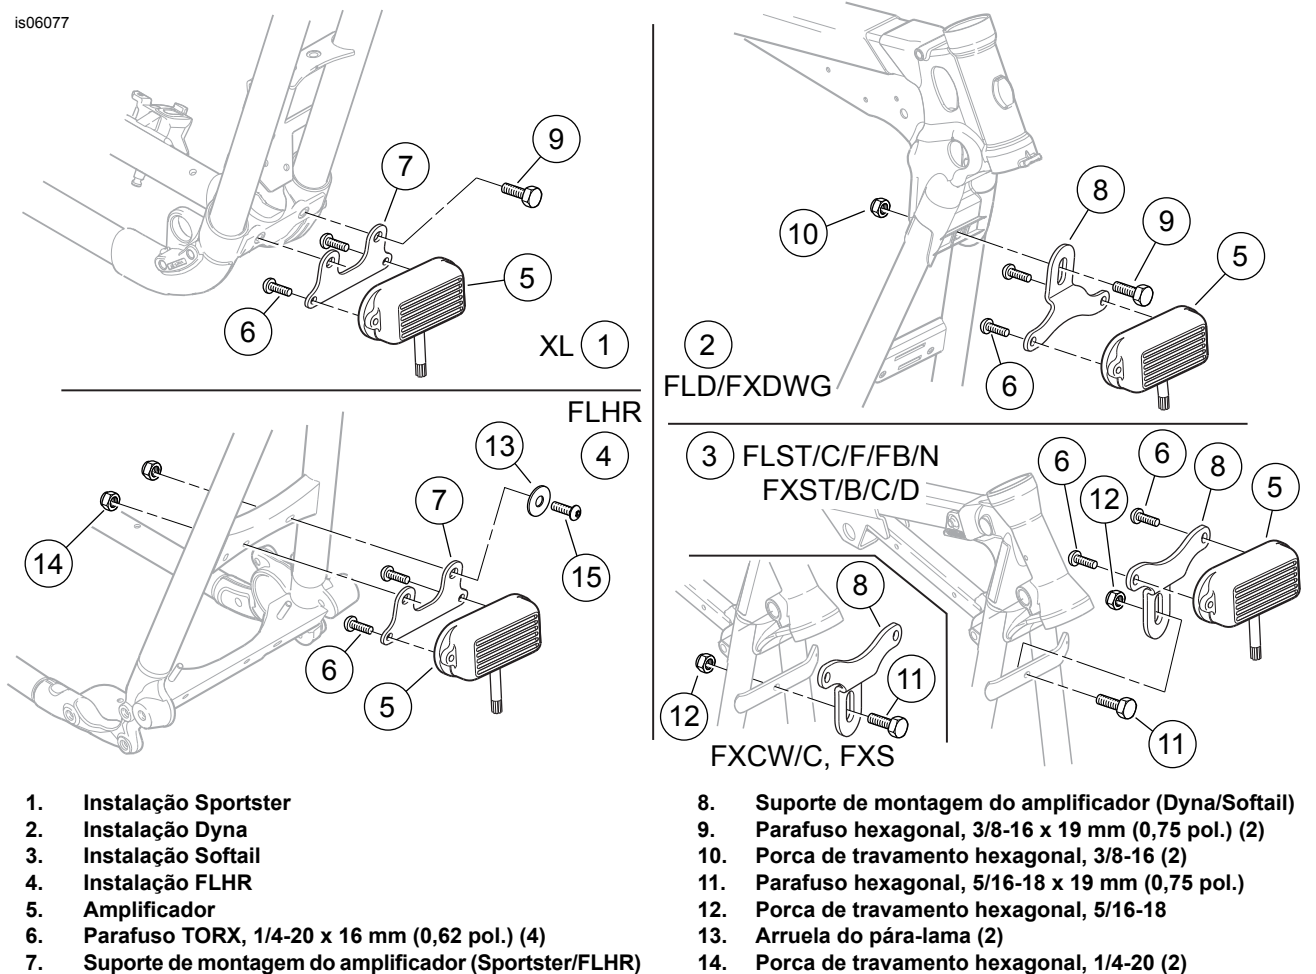

Figura 1. Instalação do amplificador e suporte
2. Veja Figura 1. Instale o amplificador (5, parte do conjunto do chicote de fios) no suporte com os parafusos (6) e aperte com torque de 7,4 N·m (65 in-lbs).
- Para os modelos **Sportster**: Selecione dois parafusos hexagonais de 3/8-16 (9) do kit.
- Para os modelos **Dyna**: Selecione um parafuso hexagonal de 3/8-16 (9) e uma porca de travamento hexagonal (10) do kit.
- Para os modelos **Softail**: Selecione o parafuso de 5/16-18 (11) e a porca de travamento (12) do kit.
- Para os modelos **Touring**: Selecione dois parafusos TORX de 1/4-20 x 16 mm (0,62 pol.) de comprimento (6), duas arruelas do pára-lama (13) e duas porcas de travamento (14) do kit.
4. Veja Figura 1. Instale o amplificador e o suporte no travessão do quadro entre os tubos descendentes dianteiros.